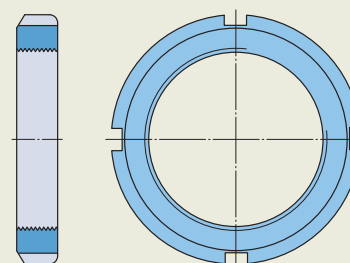
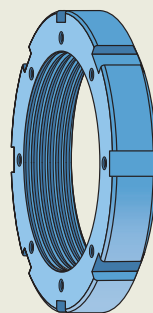

Fig. 3
Fig. 9
- pueden fijarse con la arandela de fijación MB (fig. 3) o con una arandela de fijación más fuerte, MB .. A
- que utilizan una arandela de fijación W (fig. 3) están disponibles hasta el tamaño 44 inclusive (diámetro de rosca 8.628 pulg.)
- Las arandelas de fijación (fig. 3, página 1093) enganchan un canal chavetero en la rosca de un manguito de fijación o eje. La arandela fija la tuerca en posición cuando una de las lengüetas de la arandela se dobla hacia una de las ranuras del diámetro exterior de la tuerca (fig. 9).